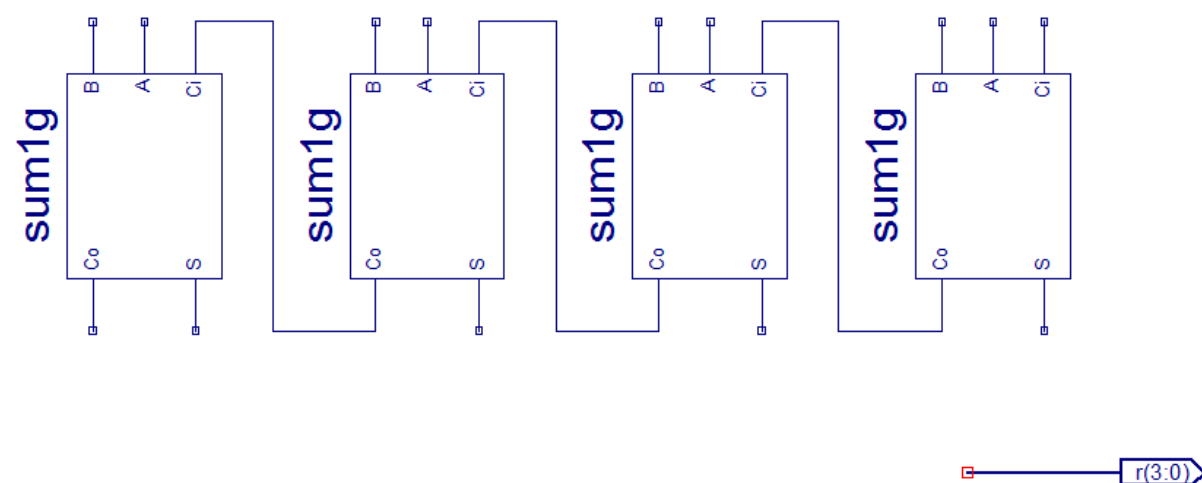

figura 13
2. Schimbați numele markerului IO asignat automat din XLXN_33 în **r(3:0)**. Veți obține situația din figura 13. **Atenție:** în schema dumneavoastră numele inițial al markerului IO poate fi altul.